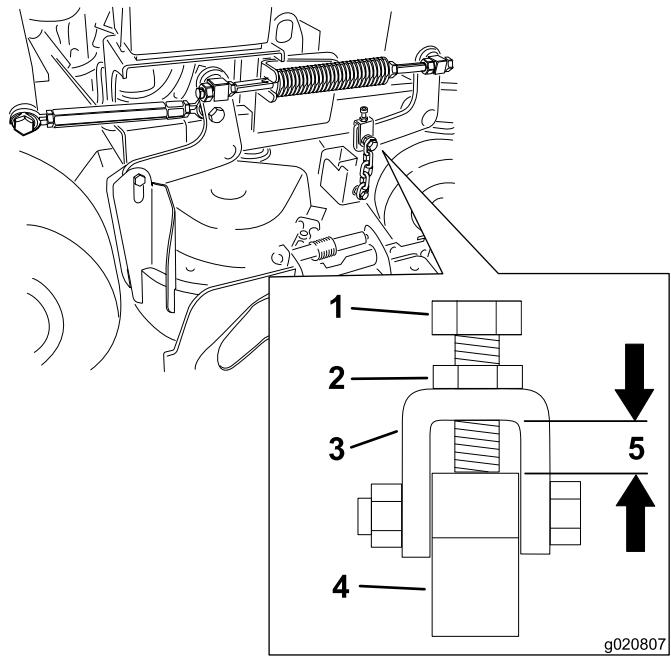

図 83
- 注** この適正距離は図 83 に示すように 11mm であることが必要。
12. 図 83 に示す正しい距離になるように、ジャムナットをゆるめて調整ボルトで調整を行う。